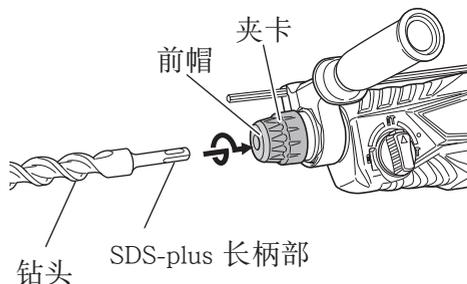

图 1
### 4. 安装钻头(图 1)
(1) 清洁钻头柄。
(2) 旋转钻头将其插入钻头夹盘直至插锁插紧。(图 1)